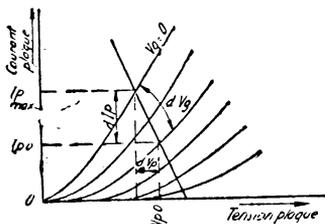

Figure 8
I. Classe A. — Sur le réseau de Kellog, on porte le point de fonctionnement P, déterminé par le courant d'alimentation I_{p0} sous la tension plaque effective appliquée à la lampe V_{p0} (figure 8), (tenir compte, dans le cas d'un amplificateur à résistance, de ce que la source de tension anodique doit avoir une valeur supérieure à